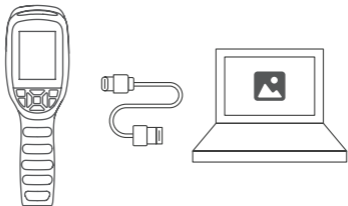

Figure 4.1
2. Connectez le TC004 SE à votre ordinateur avec le câble USB fourni (voir Figure 4.1).